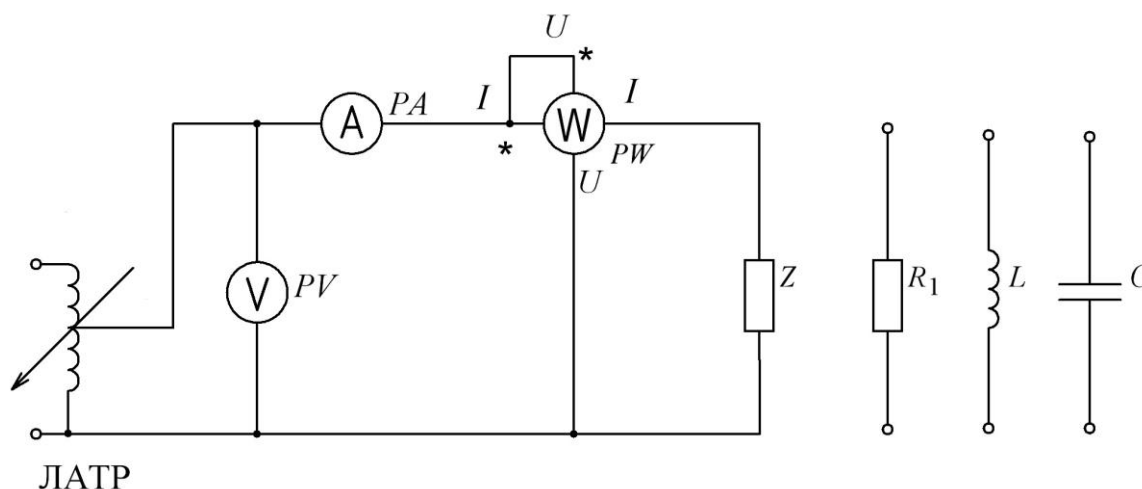

Рис. 2. Электрическая схема для определения параметров R , L и C :
На рис. 2 приведена электрическая схема лабораторной установки для определения основных электрических параметров R , L и C -элементов.
3. Собрать электрическую схему экспериментальной установки (рис. 2) и предъявить лаборанту для проверки.
1. При включенном питании стенда собрать схему (см. рис. 2) и подключить исследуемый резистор (R_1).